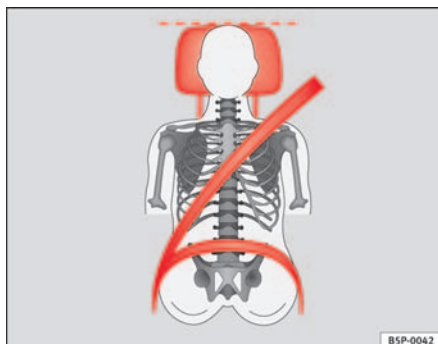
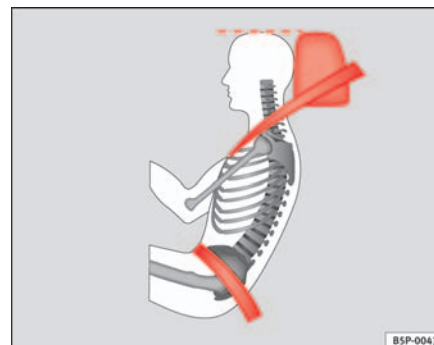

Fig. 69 Vue de face : appuie-tête convenablement réglé et ceinture correctement ajustée
Fig. 70 Vue de côté : appuie-tête convenablement réglé et ceinture correctement ajustée
- Ajustez l'appuie-tête de sorte que le bord supérieur de celui-ci soit à la même hauteur que la partie supérieure de la tête, et au minimum à la hauteur des yeux ⇒ fig. 69 et ⇒ fig. 70.